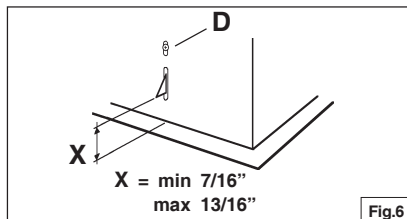

Fig.6
3. Réglez la position du ressort de fixation latéral à l'aide de la vis "D" correspondante et ce, en fonction de l'épaisseur du panneau découpé qui servira de support pour la fixation (Fig.6).